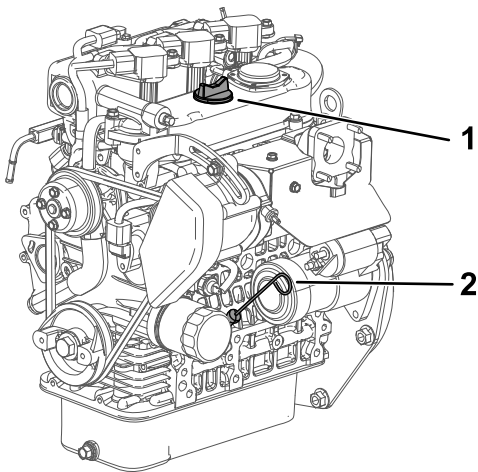

Bild 35
4. Nehmen Sie den Peilstab heraus und wischen Sie ihn mit einem sauberen Lappen ab (**Bild 35**).
5. Stecken Sie den Peilstab in das Rohr und stellen Sie sicher, dass er vollständig eingeführt ist (**Bild 35**).
6. Nehmen Sie den Peilstab heraus und prüfen Sie den Ölstand (**Bild 35**).
7. Nehmen Sie bei einem niedrigen Ölstand den Fülldeckel (**Bild 35**) ab und gießen Sie genug Öl ein, bis der Ölstand die Voll-Markierung am Peilstab erreicht.
8. Stecken Sie den Peilstab wieder fest ein (**Bild 35**).